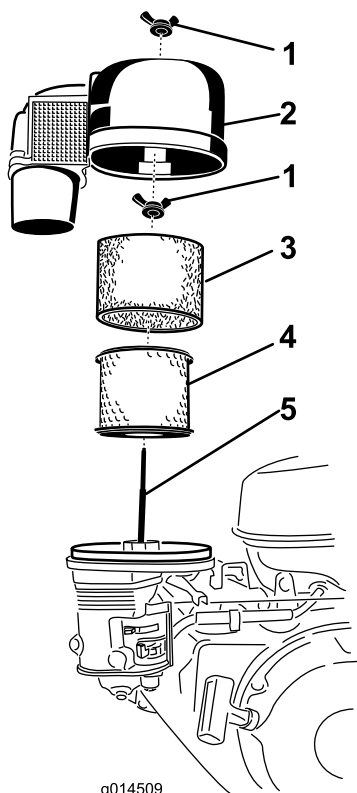

Figura 15
3. Rimuovete il dado ad alette e sollevate il coperchio del filtro dell'aria con la carenatura del filtro dell'aria (Figura 15).
1. Pulite l'elemento di carta picchiettandolo delicatamente per rimuovere la polvere. Se risulta molto sporco, sostituitelo con uno nuovo (Figura 15).
4. Rimuovete l'elemento in schiuma (Figura 15).
5. Rimuovete il dado ad alette sulla parte superiore dell'elemento di carta e rimuovete l'elemento di carta (Figura 15).